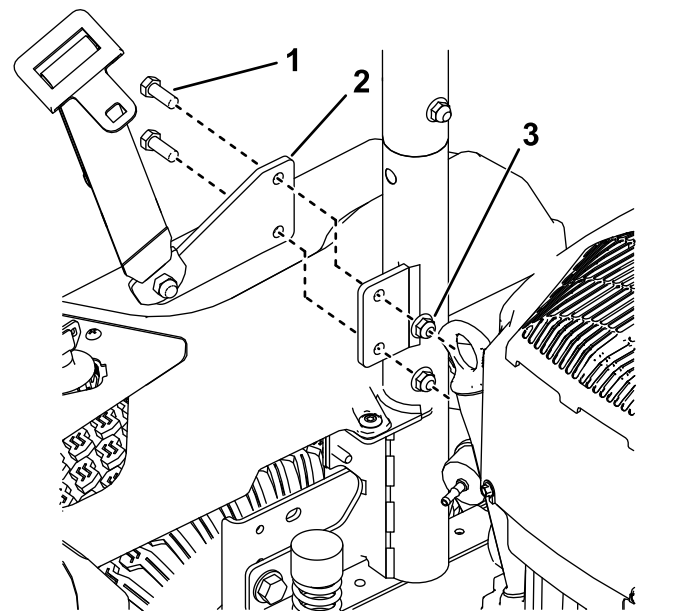

図 13
2. シートベルトブラケットを ROPS マウントの外側に取り付ける 図 13。
5. 左ポッドブラケットを機体フレームに取り付ける。タップねじ5/16 x $\frac{3}{4}$ " 2本で 図 13 のように取り付ける。